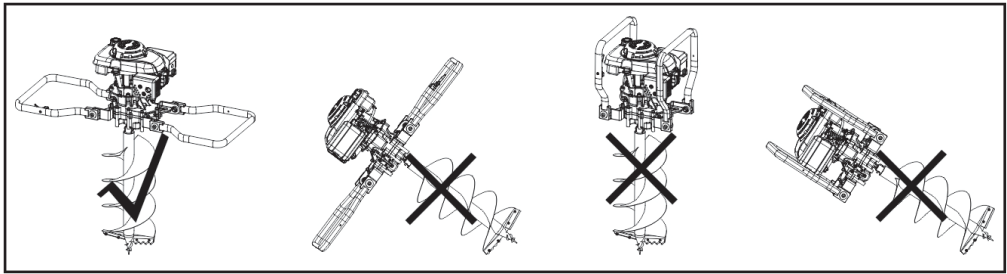

Рис. 13
**Внимание!** Во время работы и хранения мотобура не наклоняйте его на угол больше чем 20° (Рис. 13).